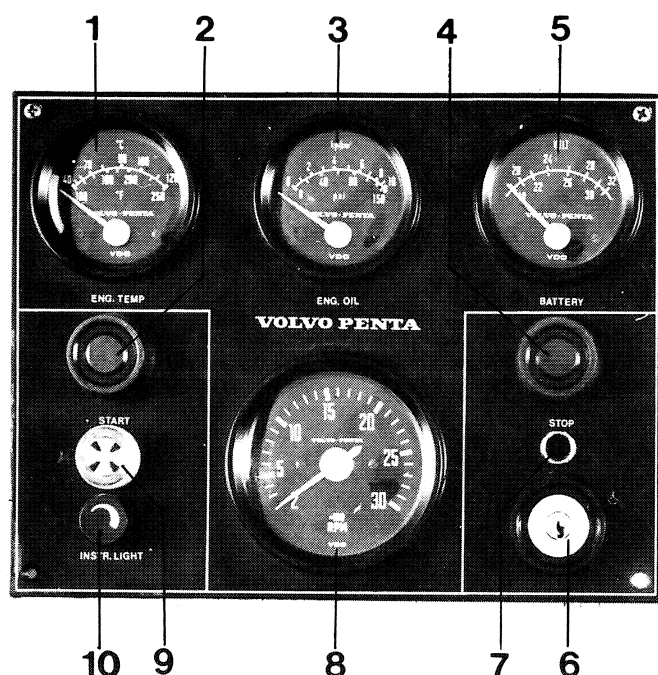

Fig. 14. Instruments, tableau de base
- 1. Tableau de base (voir fig. 14)